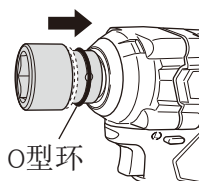
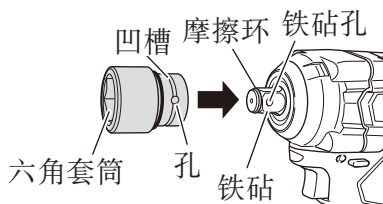

图11
图12
(3) 确保销不会脱落后，将O型环装在套筒的凹槽上。（图11，图12）